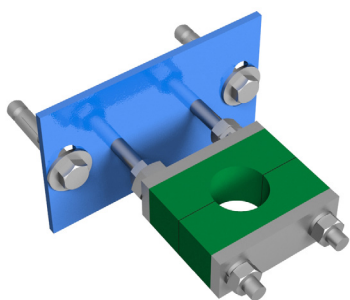

Fig. 12
- Un support-guide de tige est recommandé tous les 1,5m. (Fig. 12)